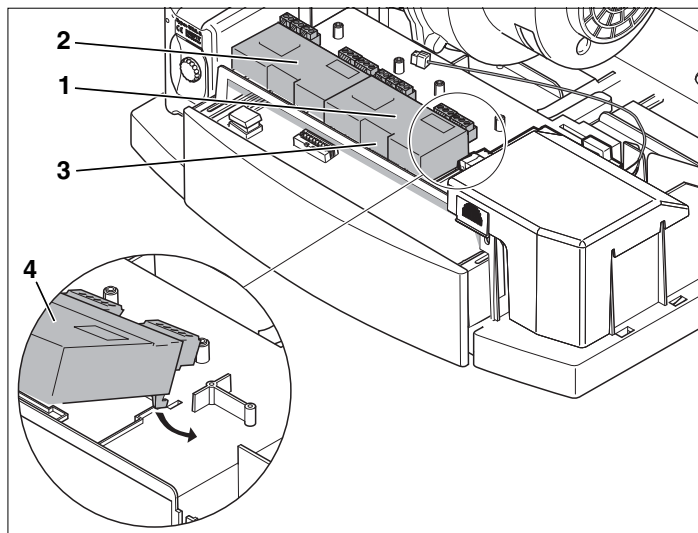

Рис. 2 Вставить и защелкнуть функциональный модуль
- Установить функциональный модуль (Рис. 2, поз. 4), вставив крюки в вырезы, и защелкнуть на замок (Рис. 2, поз. 3).